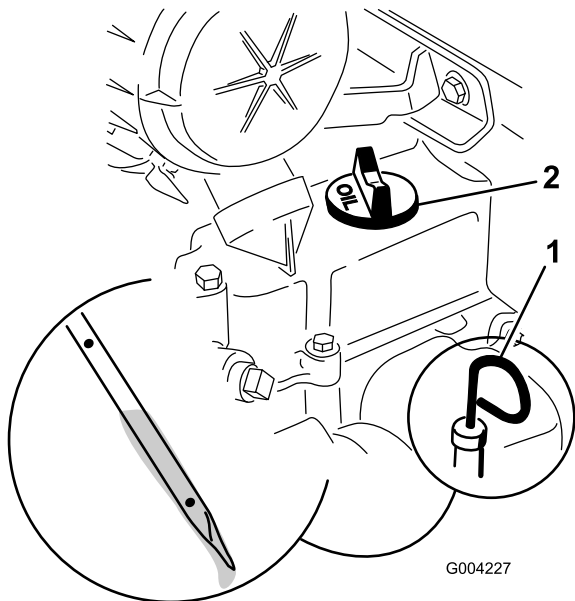

Bild 15
3. Nehmen Sie bei einem niedrigen Ölstand den Fülldeckel (Bild 15) ab und gießen Sie genug Öl in die Öffnung, bis der Ölstand die Vollmarke am Peilstab erreicht.